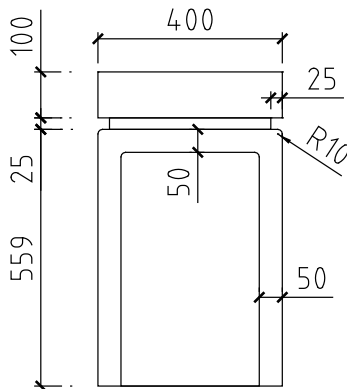

图3-78 绘制图形
- 06** 沿用上述的绘图方法，继续绘制如图3-78所示的栏杆图形。